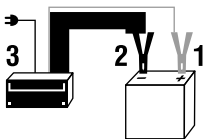

Fig. 4 – Sequência para ligar o carregador na bateria
3. Conecte a garra vermelha do carregador no polo positivo da bateria (posição 1 da Fig. 4).
4. Conecte a garra preta do carregador no polo negativo da bateria (posição 2 da Fig. 4).
5. Conecte o plugue na tomada (posição 3 da Fig. 4).